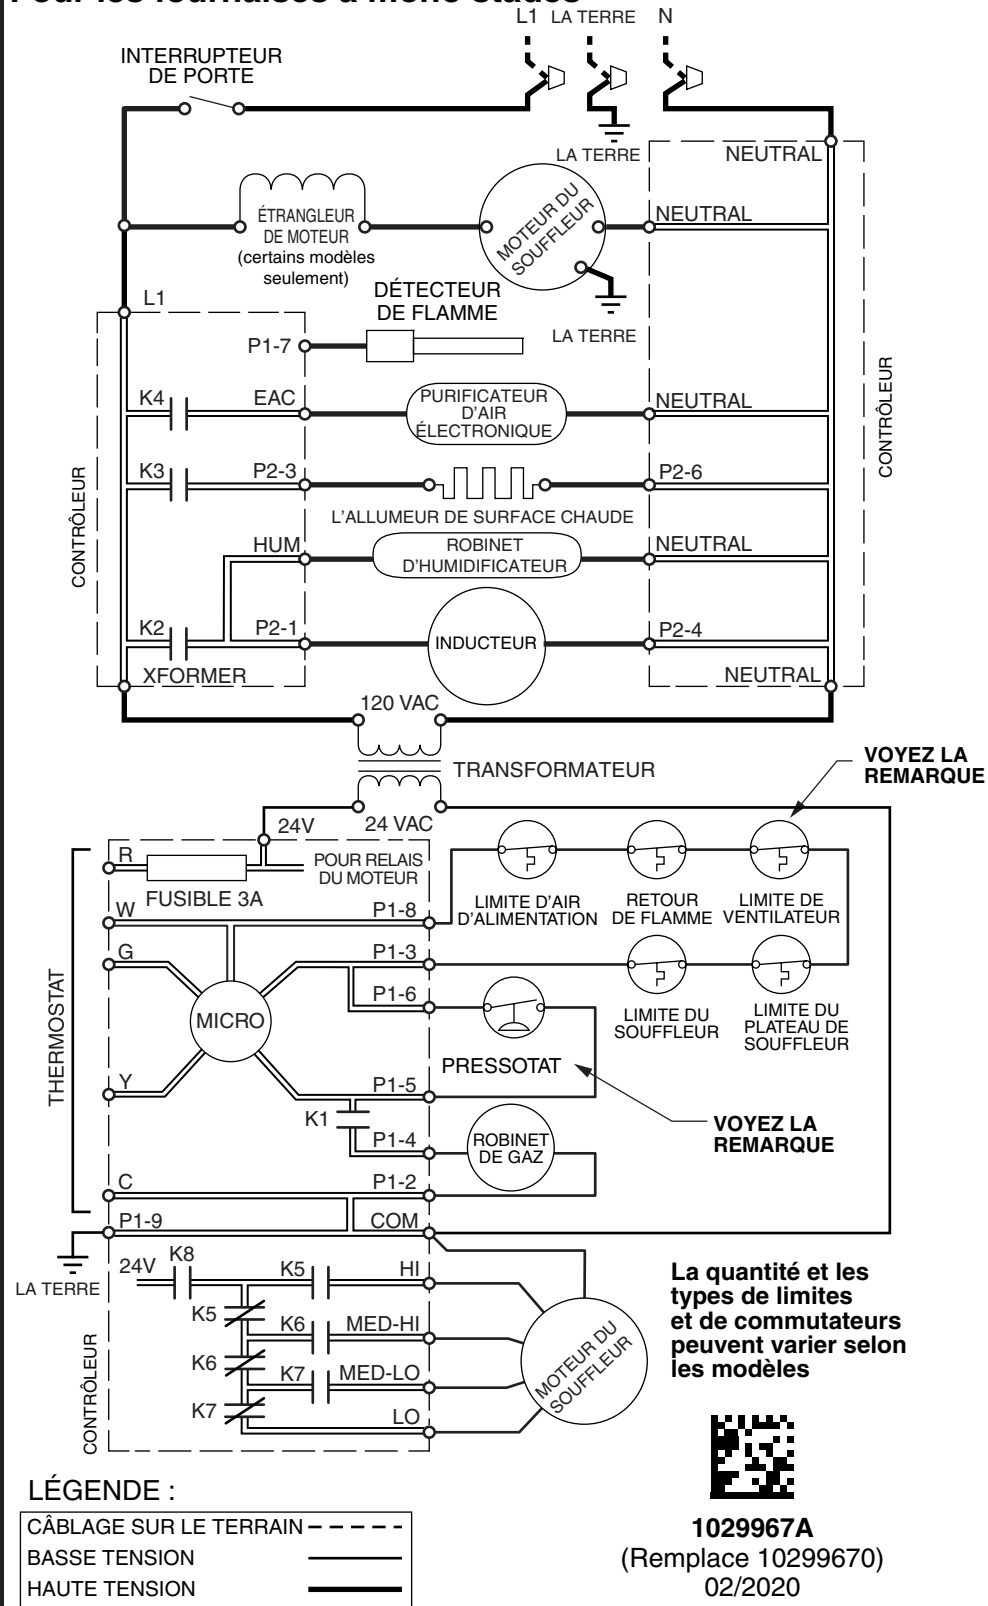

Figure 29. Schéma en Echelle MG2R
- Est-ce que toutes les DEL sur les tableaux de commande de la fournaise sont constamment ALLUMÉES? Sinon, consultez le Tableau 6 ou le schéma de câblage (Figure 28 \(page 33\)) et Figure 29 \(page 34\) pour déterminer la cause de la panne.